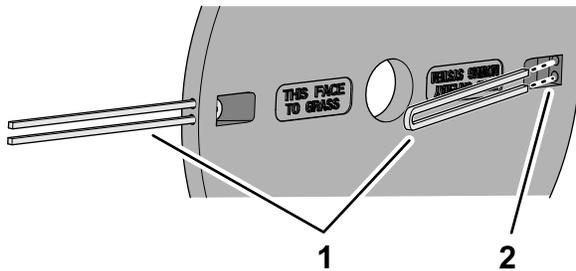

Figura 26
2. Cambie los hilos de corte existentes por 2 trozos de hilo de corte nuevo de la misma longitud, tal y como se muestra en la Figura 26.